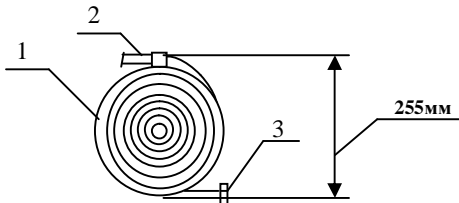

Рис. 1 Устройство «УВП-1»
- уложить рукав в индивидуальную упаковку, как показано на рис. 1 и согласно п. 4.2.
4.1 Устройство (рис. 1) состоит из: рукава напорного (поз. 1), насадки (поз. 2), штуцера с уплотнительным кольцом (поз. 3).